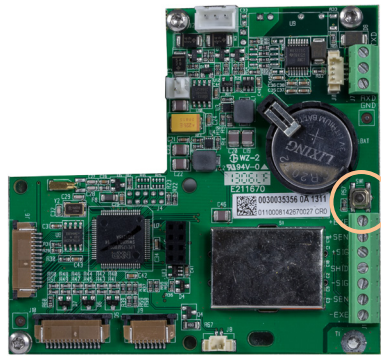

Figure 2-2 : Emplacement du commutateur de configuration sur la carte principale du terminal
- Si le terminal est configuré pour la métrologie légale, l'utilisateur ne peut accéder à la configuration qu'en appuyant sur le commutateur de configuration (un commutateur de la carte principale, indiqué sur la Figure 2-2). Le terminal affichera alors l'étiquette du menu F1 (Balance) et les paramètres de la balance pourront être modifiés.